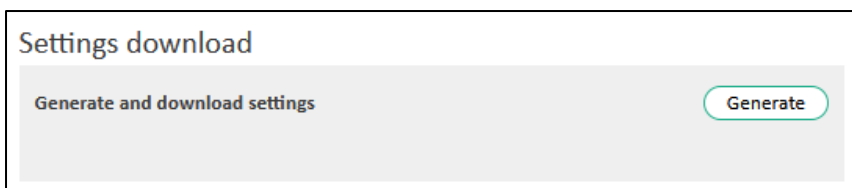

Abbildung 49: Speichern der Geräteeinstellungen
2. Klicken Sie im Block „Settings download“ auf die Schaltfläche „Generate“ im Feld „Generate and download settings“, um eine Kopie der aktuellen Einstellungen zu generieren. Die gesicherten Einstellungen werden als eine XML-Datei mit dem Erstellungsdatum im selben Block angezeigt (s. Abbildung 49).